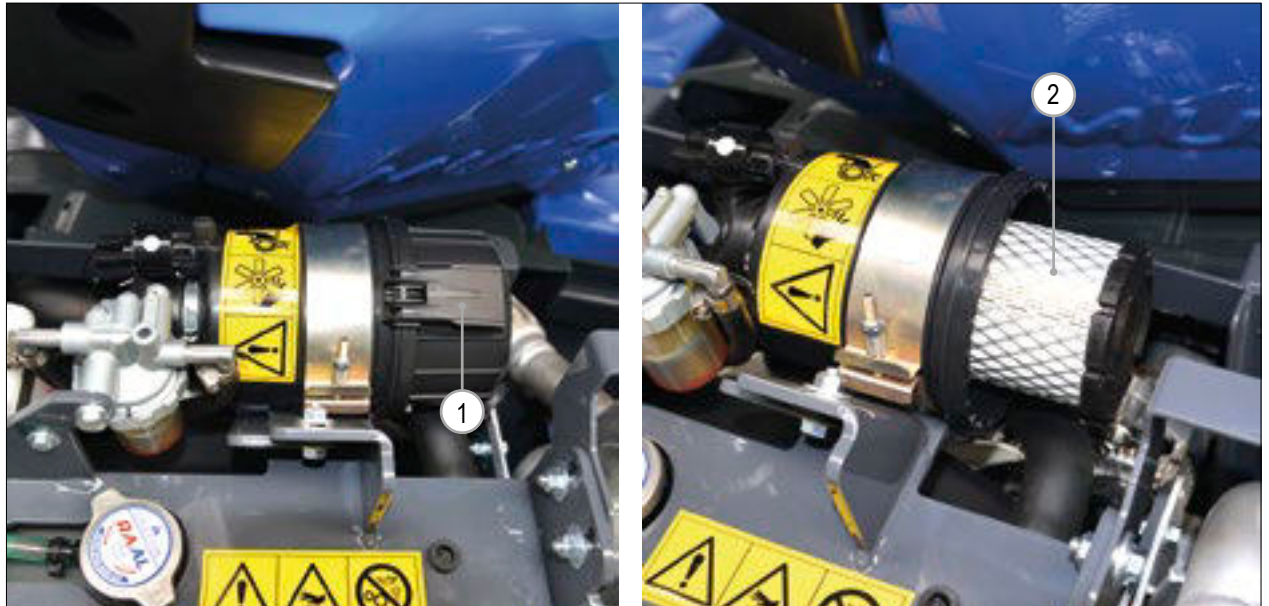

FIG. 53
- 4) Løsn bespændingerne og fjern endedækslet (FIG. 53 - Ref. 1).
- 5) Tjek luftrenserens element (FIG. 53 - Ref. 2), og hvis rengøring er nødvendigt, så benyt trykluft med lavt tryk eller udskift det med en ny, original reservedel.